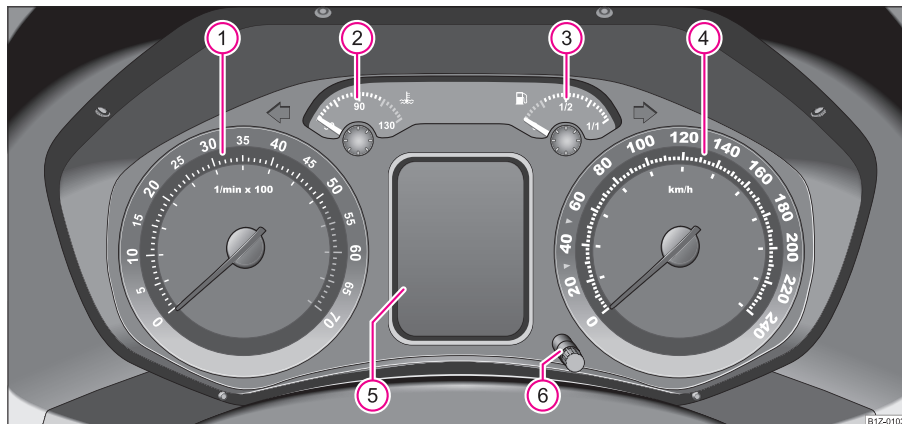
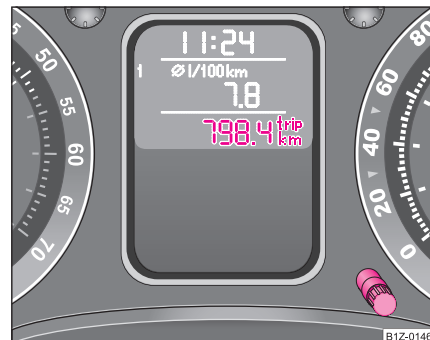

Fig. 2 Cuadro de instrumentos
Fig. 3 Display:
El comienzo de la zona roja en el cuentarrevoluciones ① ⇒ página 13, fig. 2 marca para todas las marchas el número de revoluciones máximo autorizado del motor rodado y a la temperatura de servicio. Antes de alcanzar esta zona, Ud. debería cambiar a la marcha inmediatamente superior o elegir la posición **D** de la palanca selectora del cambio automático.
El indicador de la temperatura del líquido refrigerante ② ⇒ página 13, fig. 2 funciona sólo con el encendido conectado.
El indicador del nivel del combustible ③ ⇒ página 13, fig. 2 funciona sólo con el encendido conectado.
Pulsando brevemente el botón de reposición ⑥ ⇒ página 13, fig. 2 Ud. puede conmutar entre el contador parcial y el contador total del trayecto recorrido. A fin de reconocer qué contador para trayecto recorrido se muestra en ese momento, aparecerá después del contador parcial **trip** ⇒ fig. 3.
- Conecte el encendido y pulse la tecla de reposición  ⇒ página 13, fig. 2 durante más de 2 segundos.
Los indicadores de intervalos de mantenimiento también se pueden reposicionar mediante el botón de reposición  ⇒ página 13, fig. 2 tal como se indica a continuación: